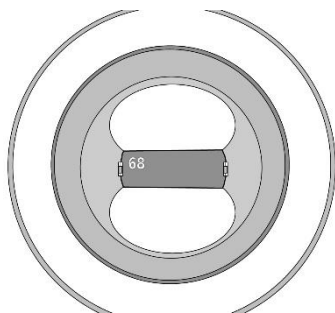

Abbildung 18: Drosselplatte montieren im Abgasstutzen
4. Platzieren Sie die Drosselplatte in den Öffnungen im Abgasstutzen (siehe Abbildung 18).